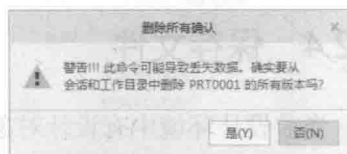

图 1-26 “删除所有确认”对话框
- “删除所有版本”命令：删除文件的所有版本，包括最新版本。注意，此时在硬盘中这些文件也不存在了。单击此命令，会弹出“删除所有确认”对话框，如图 1-26 所示。